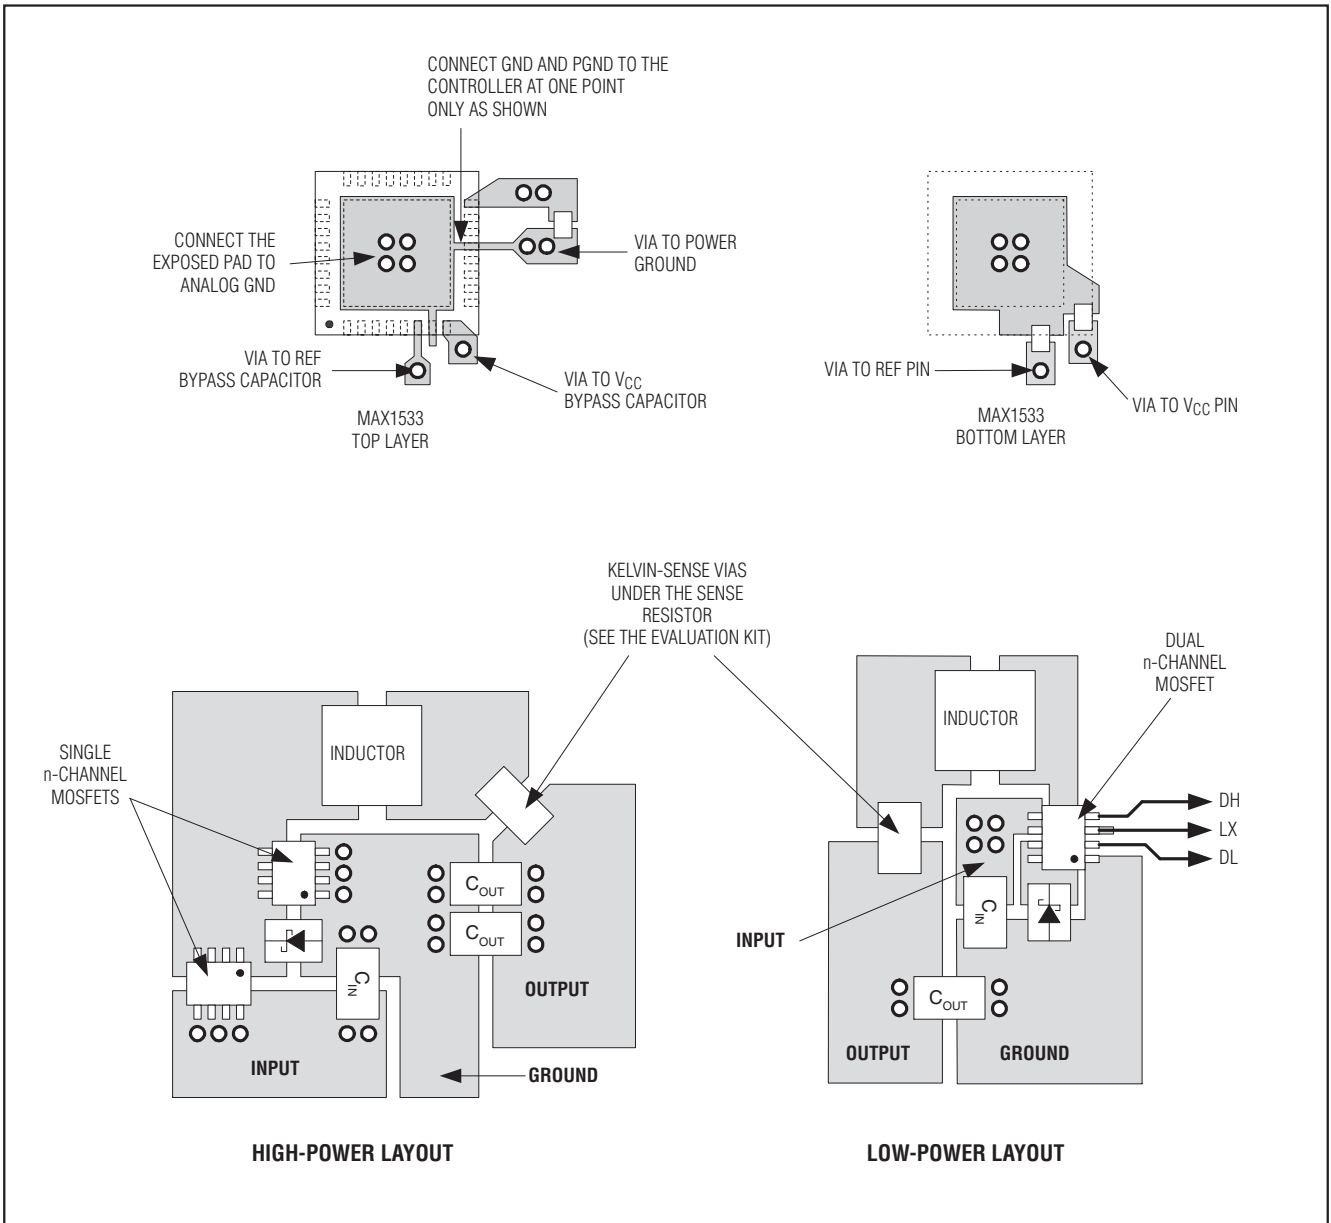

图 11. PCB 布局
仔细的 PC 板布局是赢得低开关损耗和干净、稳定的工作状态的关键。开关功率级的布局需特别注意 (图 11)。如有可能，应将所有功率元件放在印制板的顶层，并将其接地端彼此紧靠在一起。为了获得良好的 PC 板布局，应遵循以下规则：
- 4) DC-DC 控制器的接地方式如图 1 和图 11 所示。该图可视作具有两个分离的地平面：用于连接高功率元件的功率地和用于连接敏感的模拟元件的模拟地平面。模拟地平面和功率地平面应该仅在 IC 处通过单点直接相连。